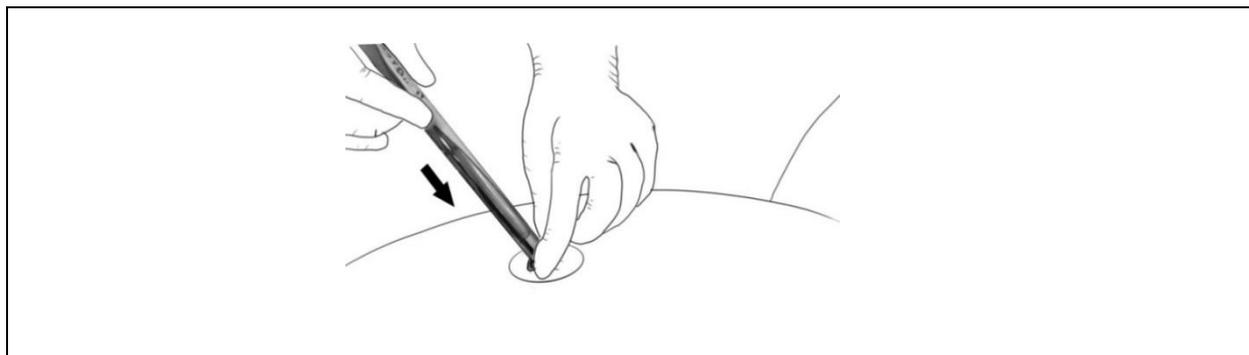

Abbildung 7: Einführen der Einföhrhilfe mit MorSafe®
9.3 Bringen Sie die Einführhilfe mit dem MorSafe® durch die 15 mm lange Inzision in die Patientin ein, wie in Abbildung 7 dargestellt.